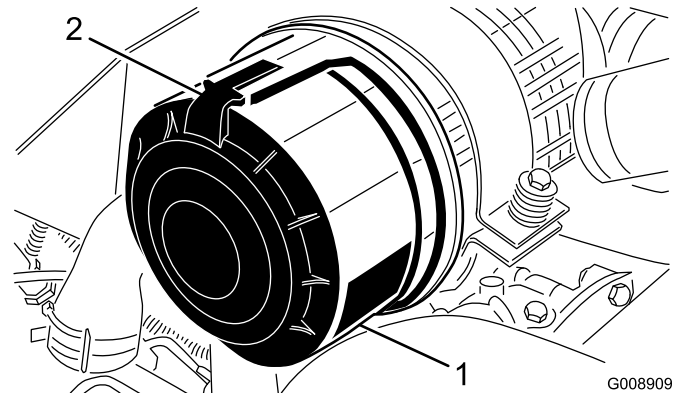

Figura 59
1. Liberte os trincos que fixam a cobertura do filtro de ar ao respectivo corpo (Figura 59).